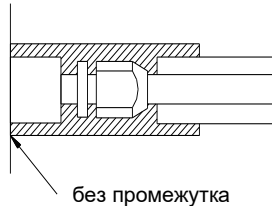

Рис. 19
- ① При подключении трубы хладагента к внутреннему блоку никогда не тяните с силой за любое соединение внутреннего блока, иначе капиллярная или другая трубка может лопнуть и произойдет утечка хладагента.
- ② Трубка хладагента должна быть закреплена с помощью кронштейнов, чтобы ее вес не воздействовал непосредственно на блок.
- b. Соединения внутреннего блока должны быть обернуты теплоизоляционным материалом, причем между изоляцией соединения и блоком не должно быть зазора (см. рис. 19).